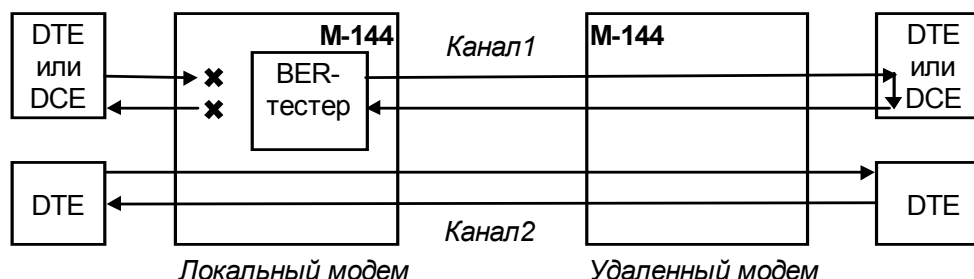

Рис. 25. Проверка в режиме BER-тестер для канала 1
Проверочный режим Bit Error Rate тестер позволяет осуществить проверку канала передачи данных номер 1(2), образованного портами 1(2) модемов (см. Рис. 25). В этом режиме локальный модем прекращает прием и передачу данных от оборудования, подключенного к порту 1(2).